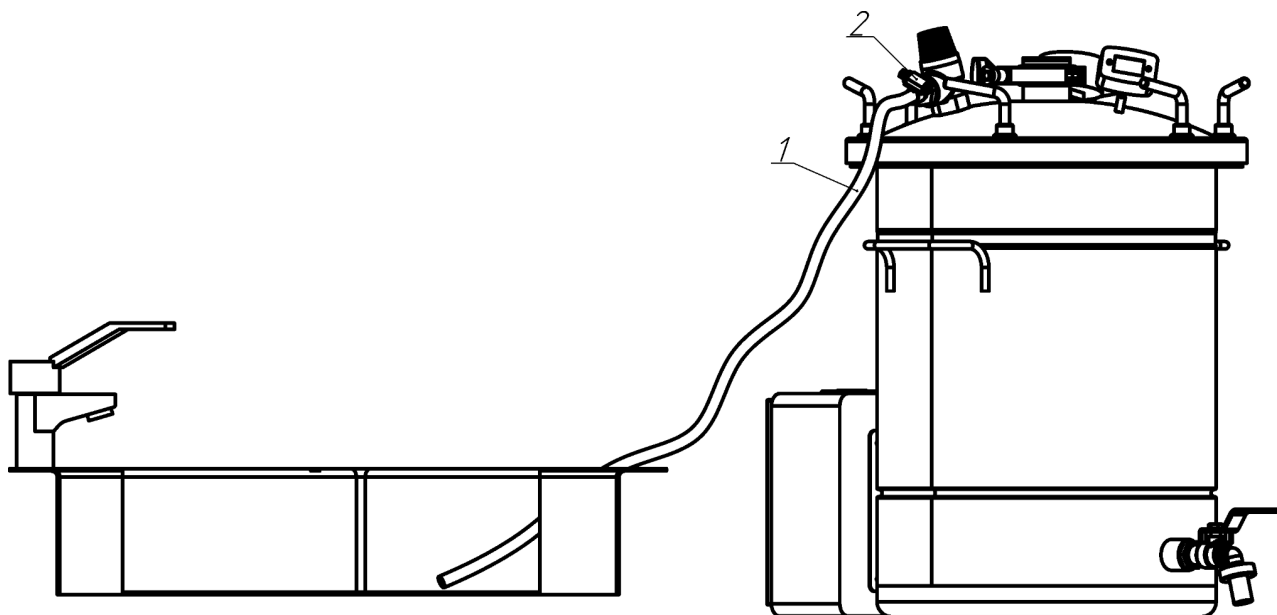

Рисунок 2 - Установка шланга для для выхода избыточного давления (горячего пара) из автоклава
- установить фальш-дно (17) внутри бака автоклава, над ТЭНом (18);
- установить в верхнюю часть бака силиконовую прокладку (6);
- накрыть автоклав крышкой (5) и плотно зафиксировать её с помощью винтов (16) (6 шт.);
- на штуцере «ёлочка» (11) клапана сброса избыточного давления (10) с помощью хомута зафиксировать шланг;
- с помощью шланга соединить штуцер с термостойкой ёмкостью (кухонная раковина, иные металлические ёмкости, термостойкий пластик и т.п.) (Рисунок 2).